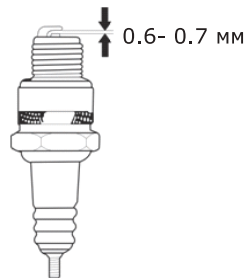

Рис. 25
4. Проверьте зазор между электродами. Он должен составлять 0.6-0.7 мм. При необходимости отрегулируйте зазор (рис. 25);